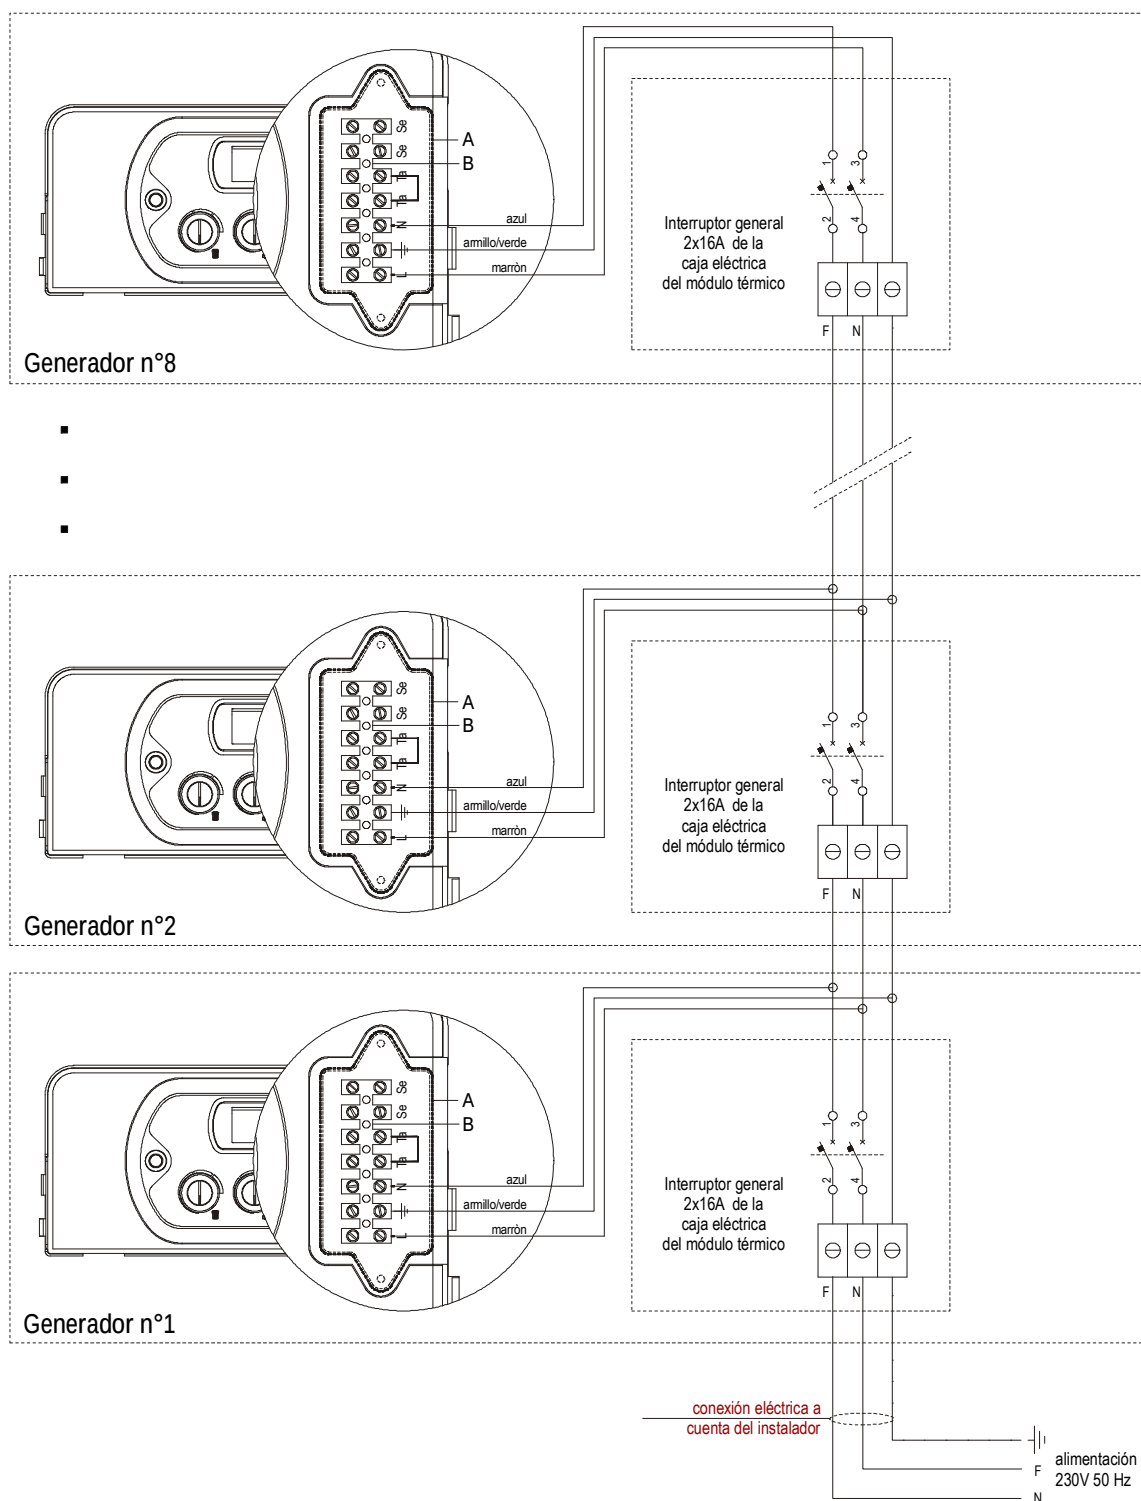

Figura 1
- Realizar la conexión eléctrica tal y como se indica en la figura 1 siguiente.